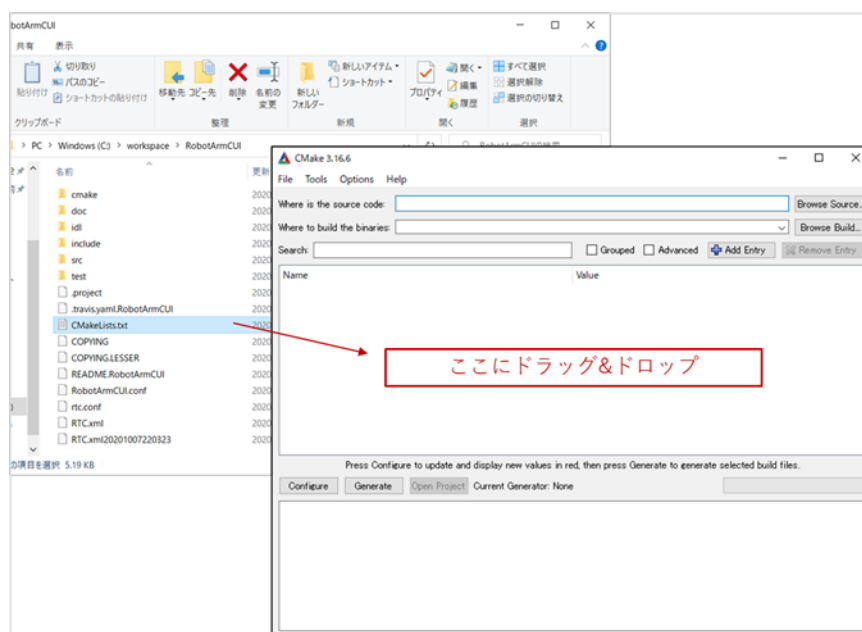

図 10 CMake での作業
- ① CMake を起動する。
- ② 「RobotArmCUI」ディレクトリ内の「CMakeLists.txt」を CMake 上にドラック&ドロップする (図 10)。